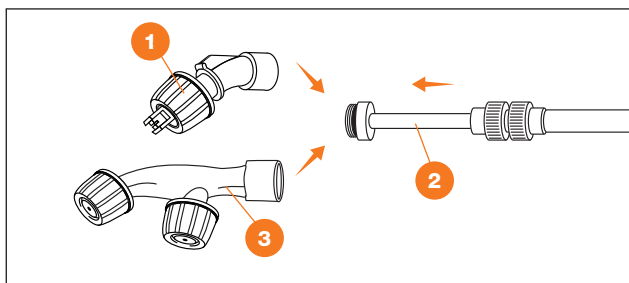

Рис. 8
2. Накрутите телескопическую штангу **2** на насадку форсунку **1** или на двойную насадку форсунку **3** и зафиксируйте её (Рис. 8).